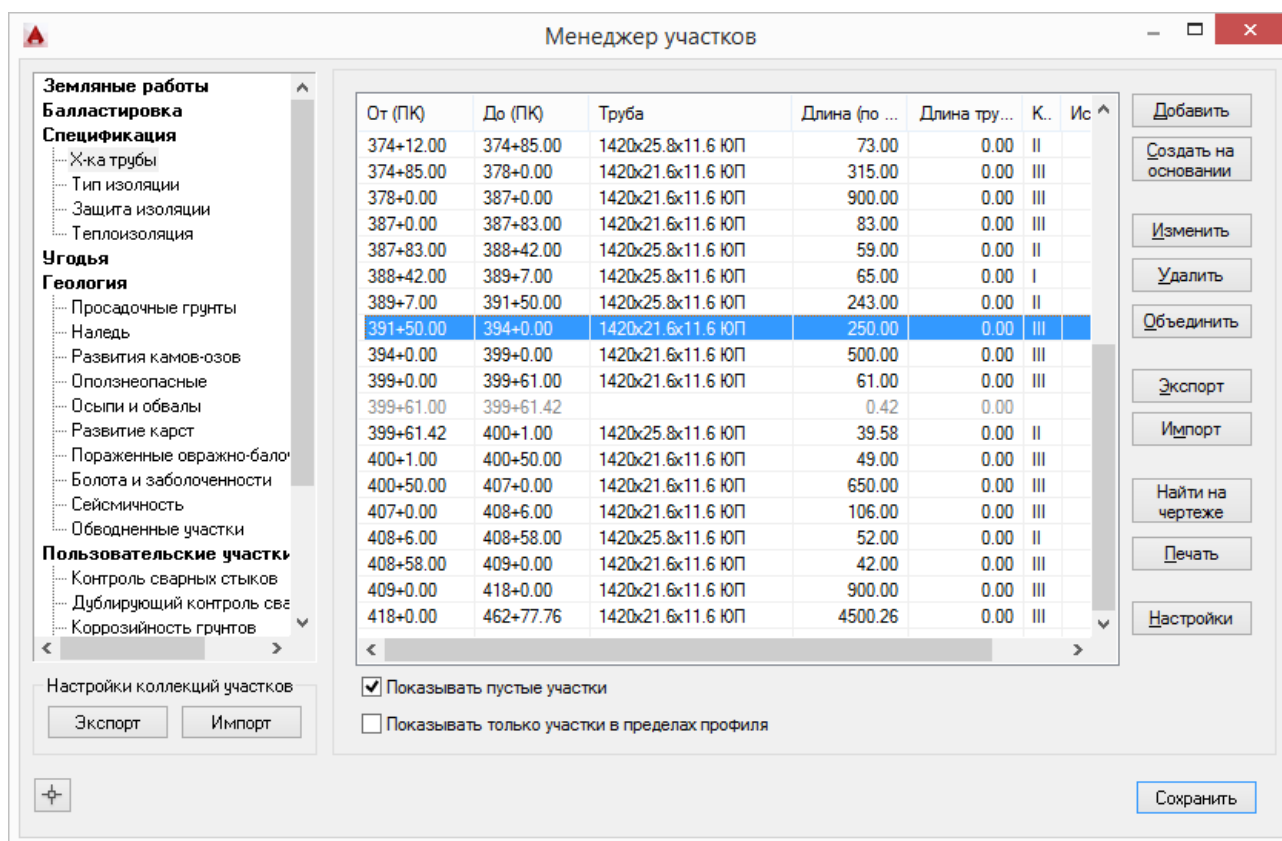

Рис. 80 Диалоговое окно редактора Менеджер участков. Серым цветом отображаются пустые участки
2. Выбрать нужную коллекцию участков (например, *Характеристика трубы*) и нажать *Добавить* или *Создать на основании* (см. рис. 80).
Чтобы сохранить настройки коллекций участков в обменный файл следует воспользоваться командой *Экспорт*, а для загрузки настроек с обменного файла – командой *Импорт*. Для экспорта/импорта настроек для всех коллекций участков нужно нажать соответствующую кнопку в редакторе *Менеджер участков* (см. рис. 80), для отдельной коллекции – в диалоговом окне *Свойства коллекции участков* (см. рис. 83).
Каждый шаблон прокладки содержит набор участков и их параметров: свойства траншеи, балластировка, тип изоляции, категория трубопровода, защита изоляции, а также пользовательские участки. Шаблоны прокладки можно настраивать в менеджере участков в коллекции *Шаблоны прокладки* (см. рис. 80).
2. Выбрать коллекцию *Шаблон прокладки* и нажать *Настройки* (см. рис. 80).